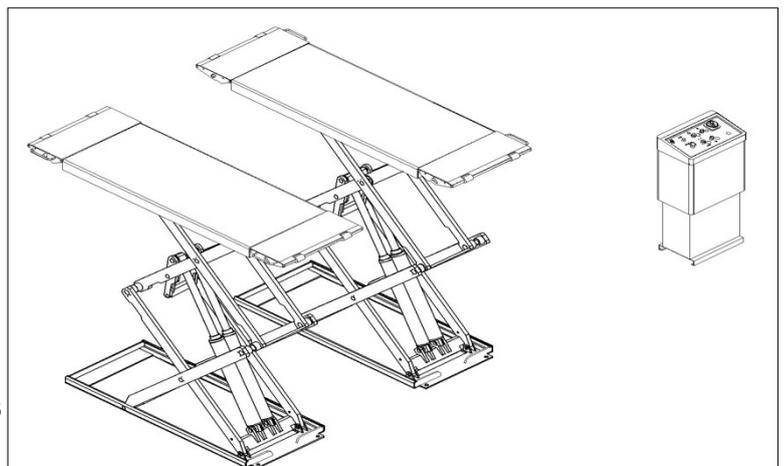

Figura 5
- Não entre nas áreas de perigo quando os veículos estiverem a ser levantados. (Figura 5)